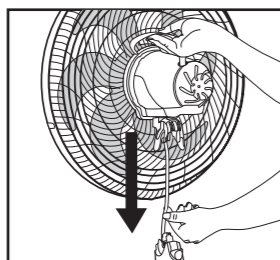

Figura 1
1. Retire o aparelho da caixa, segurando com uma mão o produto pela alça de transporte e com a outra mão, segure a base do produto. Após retirar da caixa, continue segurando o produto pela alça de transporte e com a outra mão, com cuidado, empurre o cabo de ligação para baixo de acordo com a figura 1, para não forçar o mesmo que une as duas partes.
2. Introduza o cabo de ligação totalmente na base, como indicada na figura 1. Caso o cabo de ligação esteja torcido, destorça-o cuidadosamente antes de introduzi-lo, mantendo parado o motor e girando a base de apoio.